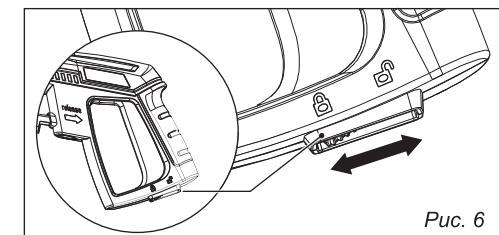

Рис. 6
- Моечный пистолет оборудован защитой от случайного нажатия (рис. 6).